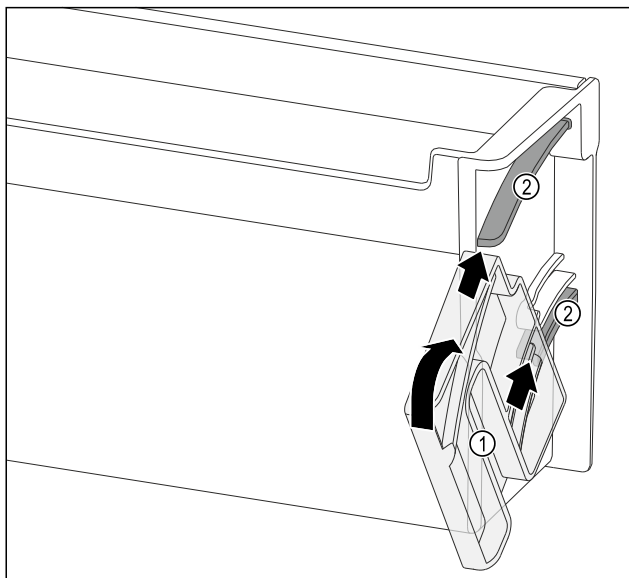

Fig. 114
- ▶ Vrtljivo enoto Fig. 114 (1) namestite tako, da so odprtine točno nasproti vodilnih kanalov Fig. 114 (2) vratne police.
- ▶ Vrtljivo enoto Fig. 114 (1) obrnite v navedeno smer.